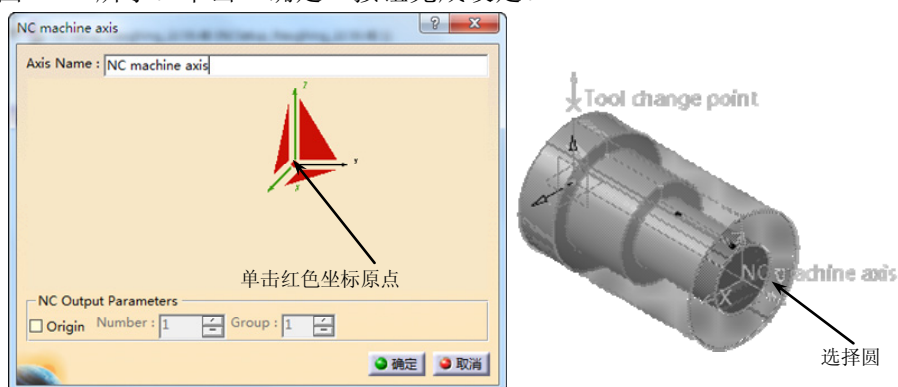

图 7-70 定义加工坐标系（2）
- 在“Default reference machining axis for Part Operation.1”对话框的“Axis Name”文本框中输入“NC machine axis”作为坐标系名称，单击红色坐标原点，选择如图 7-70 所示的圆，系统自动以圆心作为坐标原点，定义加工坐标系（2）如图 7-70 所示。